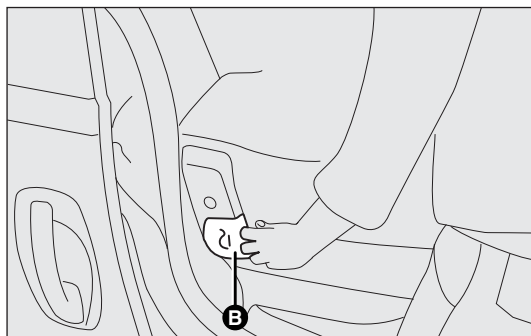
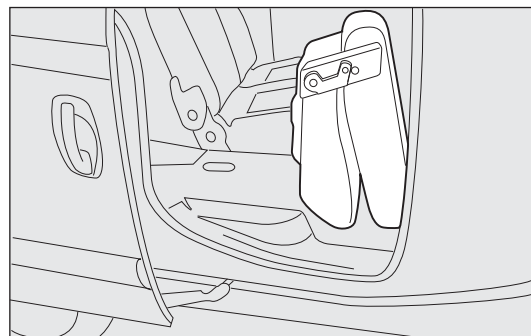

fig. 89b
fig. 89c
- ☐ para ampliar aún más el compartimento de carga levante la palanca B-fig. 89b situada al lado del cojín que se levantará automáticamente, abata manualmente por completo y hacia delante el asiento y el respaldo fig. 89c.